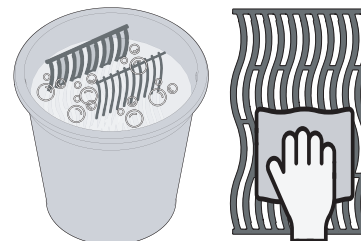

Fig. 3
- Tvätta gallerna för hand med vatten och mild diskmedel för att avlägsna eventuella rester från tillverkningsprocessen. DISKA INTE i diskmaskin. (Fig. 3)